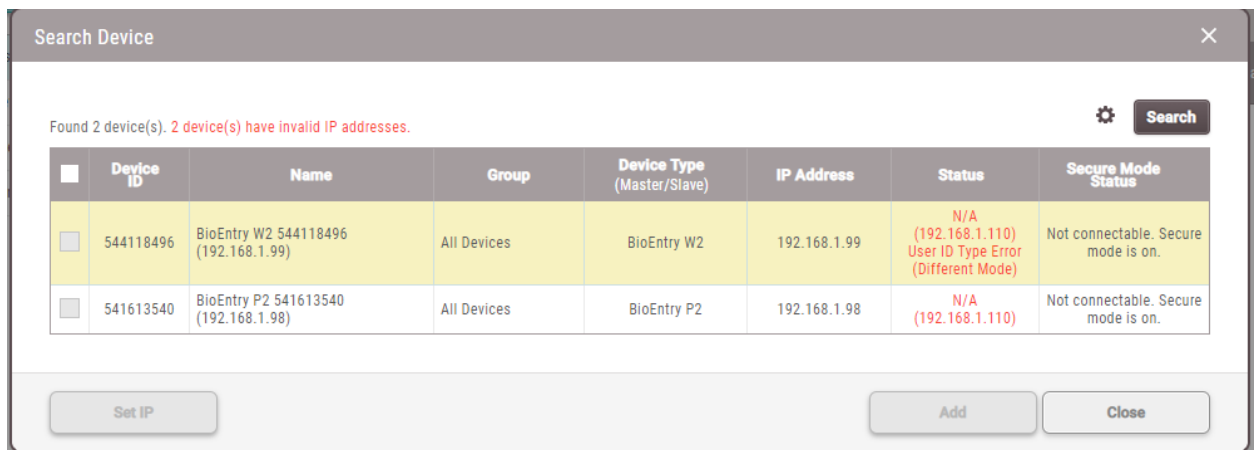

Рис. 5. Окно с результатами поиска устройств BioStar 2
6. В окне поиска устройств (Рис. 5) будут отображены доступные устройства. Здесь можно сменить им IP-адрес на требуемый, выделив устройство и нажав на кнопку «Set IP».